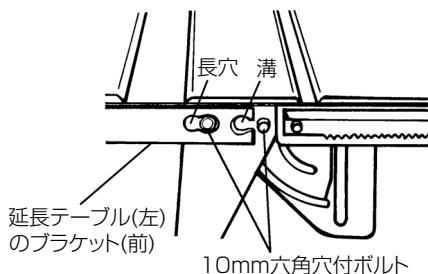

図 16
- (2) 延長テーブル（左）固定用の 10 mm 六角穴付ボルト（前側 2 個、後側 1 個）は工場出荷時、本体のテーブル側面に締付けてあります。（図 16、17 参照）